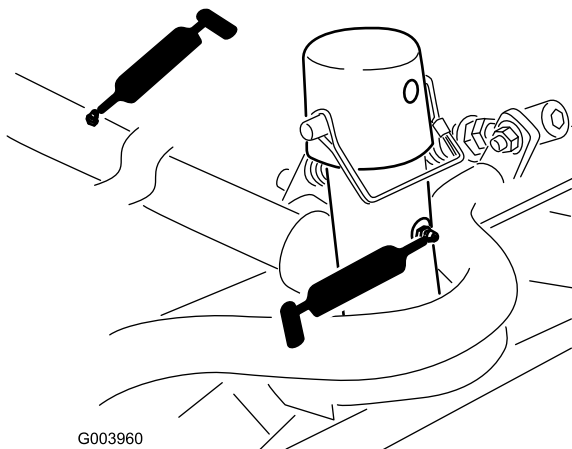

Figura 52
- Telaio portante e perno degli elementi di taglio (2 cad.) (Figura 52)